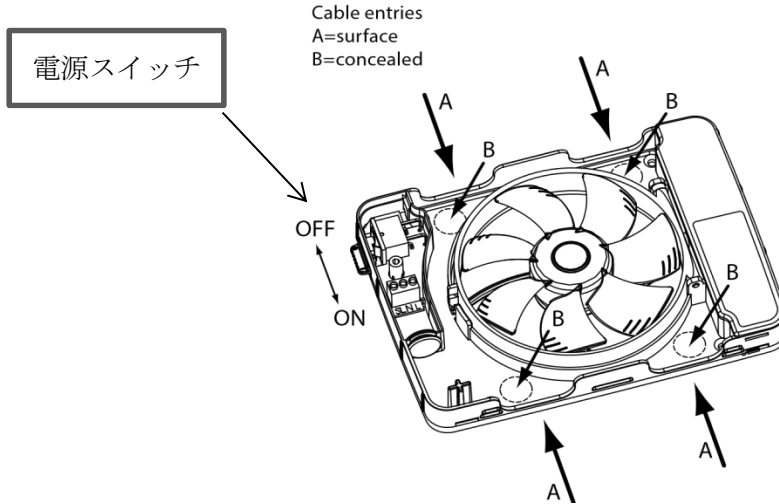

図3-1
- ① 本体左上にある電源スイッチを必ずオフにしてください。
- ② 配線は、図3-1のAから通すか、またはBから通すことが可能です。配線には付属の絶縁チューブをご利用ください。
- ③ Bはドライバー等で内側から裏に向けて穴を開けることが可能です。Aから通す場合は、カバーに穴を切り開ける必要があります。